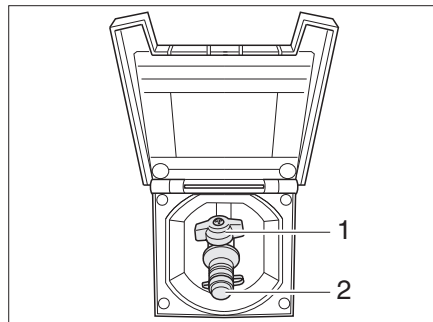

Fig. 159 Toma exterior de gas, válvula de paso de gas cerrada
La toma externa de gas (Fig. 159) está, en función del modelo, en la parte trasera o en el lado izquierdo o derecho del vehículo.
- Conectar el aparato de gas externo en el punto de conexión (Fig. 159,2).
- Abrir la válvula de paso de gas (Fig. 159,1).